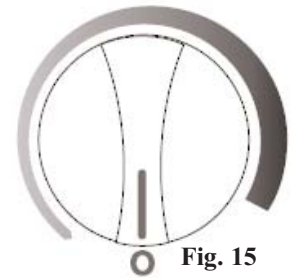

Fig. 15
• Para apagar el congelador (ninguna enfriamiento), gire la perilla de control a las "0" (apagado) posiciones. Vea Fig.15.